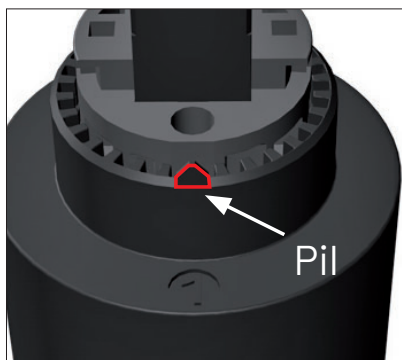

Bild 1. På ovansidan av insatsen sitter pilen som skall peka på önskat läge på varmvattenringen.
6. Roterat ringen motsols så att markering för önskad inställning är direkt ovanför pilen på insatsen (Bild 1). Du kan behöva vrida spaken (Bild 3) så att ringen går att trycka fast i önskat läge.